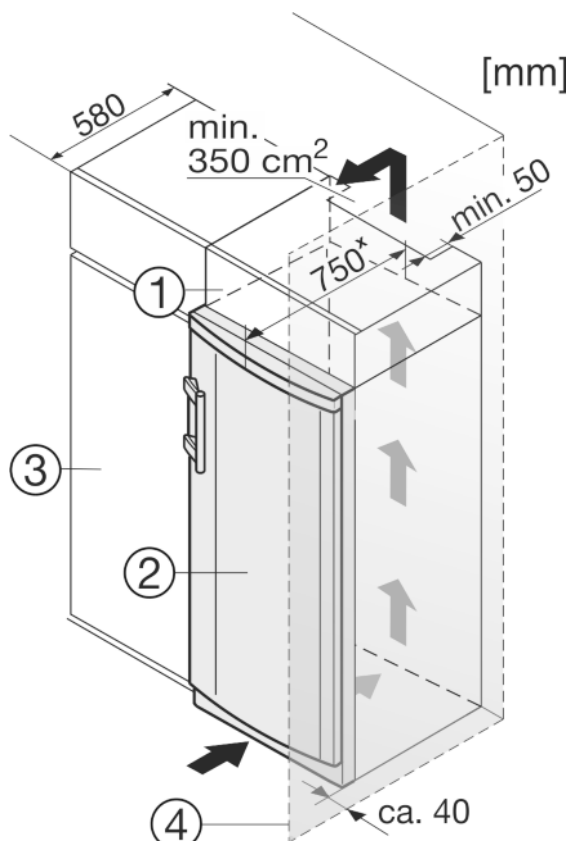

Fig. 9
- (1) Nastavbová skříň (3) Kuchyňská skříň
(2) Spotřebič (4) Stěna
Spotřebič lze zabudovat do kuchyňských skříní. K vyrovnání spotřebiče Fig. 9 (2) na výšku kuchyňské linky lze na přístroj nasadit nástavec Fig. 9 (1).
Když se přístroj instaluje závěsy vedle stěny Fig. 9 (4), musí být vzdálenost přístroje od stěny alespoň 40 mm. To odpovídá přesahu madla při otevřených dveřích.